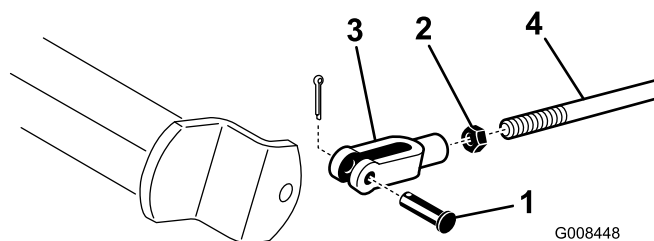

Рисунок 46
2. Если тормоза блокируются неравномерно, отсоедините тяги тормозов, сняв шплинт и штифт с головкой (Рисунок 46).
3. Ослабьте зажимную гайку и отрегулируйте вилку должным образом (Рисунок 46).
4. Присоедините вилку к тормозному валу (Рисунок 46).